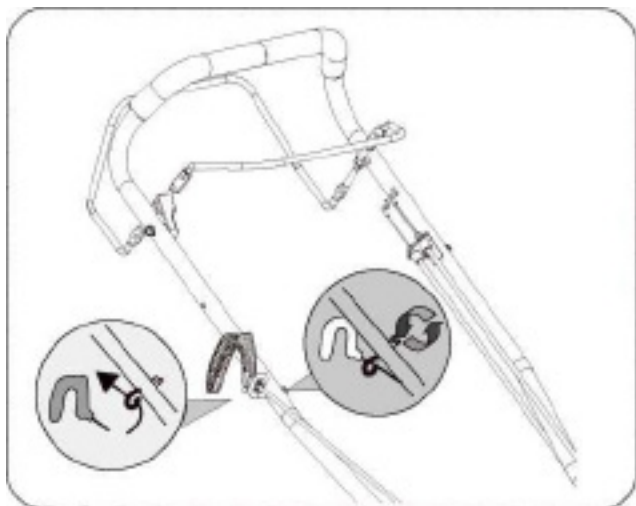

Figura 3-3
3. Far passare la corda attraverso il golfare. Vedere Figura 3-3.